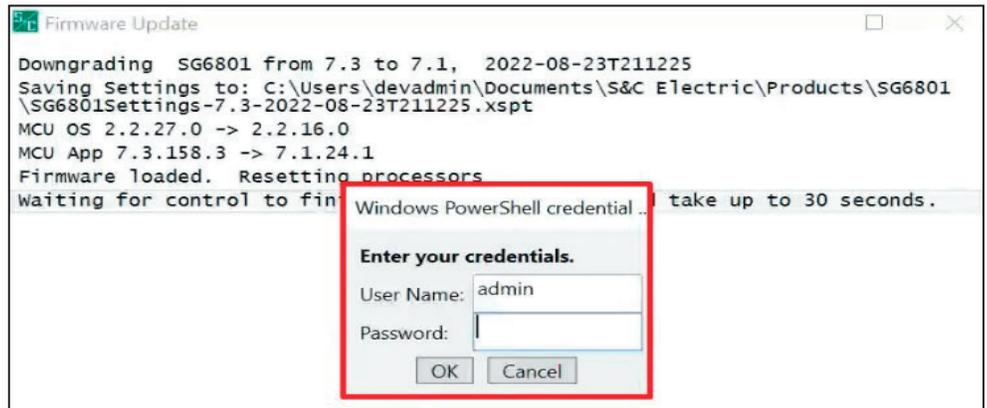

Figura 48. La ventana de diálogo Credenciales de Windows PowerShell.
PASO 16. Si aparece la ventana de diálogo Windows PowerShell Credential, introduzca la misma contraseña introducida en el Paso 9 de la página 34. Ver Figura 48.